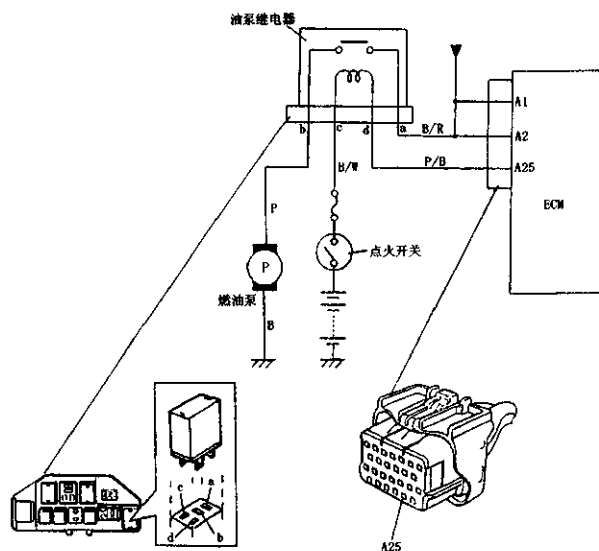

图 2-65 油泵继电器信号电路图
① 打开加油口盖,接通点火开关,听燃油泵工作情况。
② 关闭点火开关,拆下燃油泵继电器。
③ 用跨接线将燃油泵继电器插接器插孔“a”与“b”连接起来。燃油泵继电器信号电路如图 2-65 所示。
④ 打开点火开关,不启动发动机。听燃油泵是否工作。